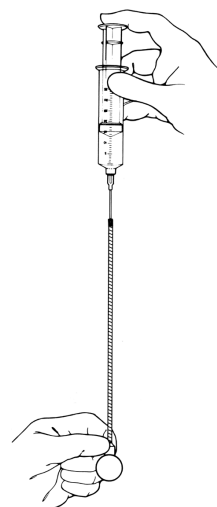

Figura 4-3b. Riempimento del pallone
6. Riempire il pallone con circa 20 cc di soluzione di riempimento. (**Figura 4-3b**)